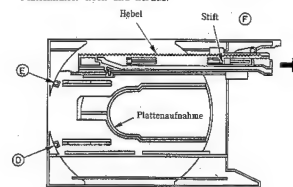

Abb. 4
## (3) Austausch des Plattenhalters (Abb. 4)
Nach dem Ausbau der Plattenlade, entfernen Sie die Stifte (P) und (Q) von der Plattenaufnahme (Abb. 4). Danach nehmen Sie den Plattenhalter hoch und heraus.
## (4) Austausch der Zahnstangen (Abb. 4)
Bringen Sie die Zahnstangen in die Lage, wie in Abb. 4 gezeigt. Heben Sie die Schienenhalter (R) mit einem flachen Schraubenzieher etwa 1 mm ab und entfernen Sie den Träger in Pfeilrichtung.